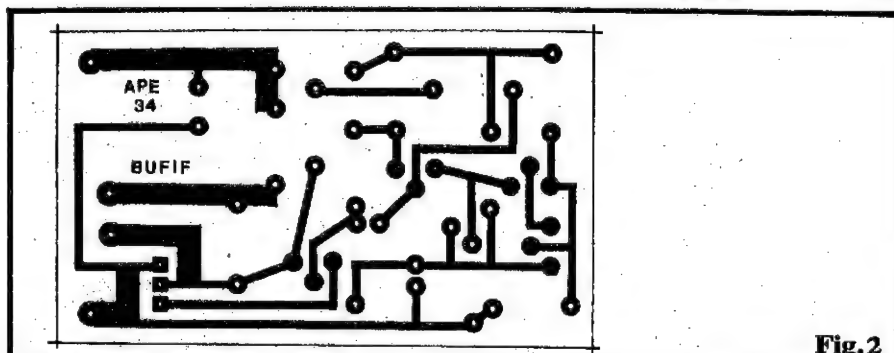

Fig. 2
original da SUFOR, obtendo os cerca de 13,2V x 5A, regulados e estabilizados, na saída da fonte! Note duas coisas: como tais diodos estão num "percurso" de baixa Corrente e baixa Tensão, Você poderá usar praticamente qualquer componente de silício, para aplicações gerais, sem problemas (1N4148, 1N914, 1N4001, etc.); o lay out original da placa de Circuito Impresso da SUFOR (figs. 2 e 3 - pág. 50 - APE nº 30) permite, a propósito, uma fácil adaptação desse par de diodos, bastando para isso fazer um pequeno "corte" ou interrupção naquela pista estreita que vai do terminal "2" do 7812 à barra cobreada mais larga, em posição central na placa, e que corresponde à linha de "Terra" (negativo) do circuito! Não será difícil Você "enfiar" os dois diodos entre o par de eletrolíticos de 1000u (o espaço lá existente "dá certinho"...).
- **FIG. 2 - LAY OUT DO CIRCUITO IMPRESSO** - Simples, pequeno, sem grandes "apertos"